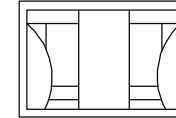

Fig. 5
- (fig. 5) D = PREDISPOSIZIONI A SFONDAMENTO PER IL PASSAGGIO CAVI
- (fig.5) D = Cable entry knockouts